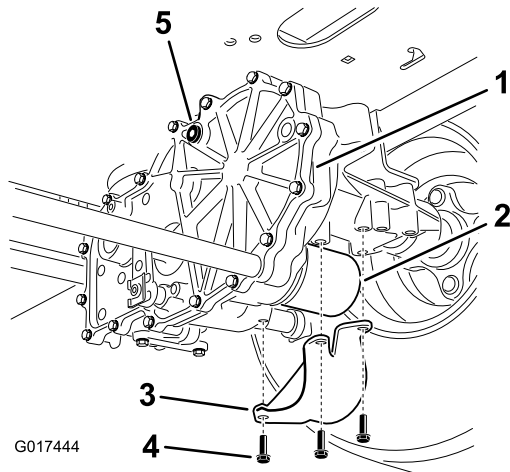

Figure 72
2. Trouvez le filtre et les protections sur chaque transmission de la boîte-pont (Figure 72).
3. Retirez les 3 vis de fixation de la protection et enlevez la protection (Figure 72).